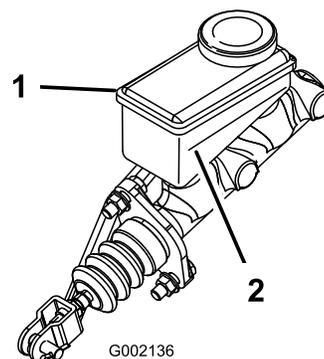

Рисунок 66
5. Проверьте уровень жидкости в боковой части бачка (Рисунок 66).
- B. Доливайте тормозную жидкость DOT 3 в бачок, пока ее уровень не будет выше отметки «Минимум» (Рисунок 66).